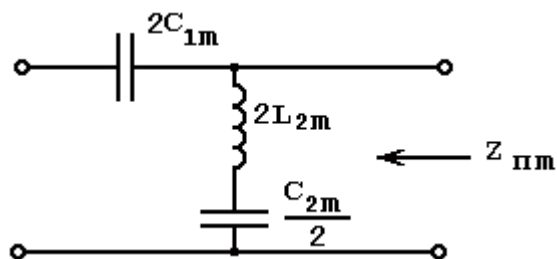

Рис. 7.17. схема Г- образного полузвена последовательно-производного ФВЧ типа "m"
1. Изобразим схему Г-образного полувзена последовательно-производного ФВЧ типа "m" (рис.7.17)
3. Рассчитываем элементы Г-образного полувзена последовательно-производного ФВЧ (рис. 7.17)